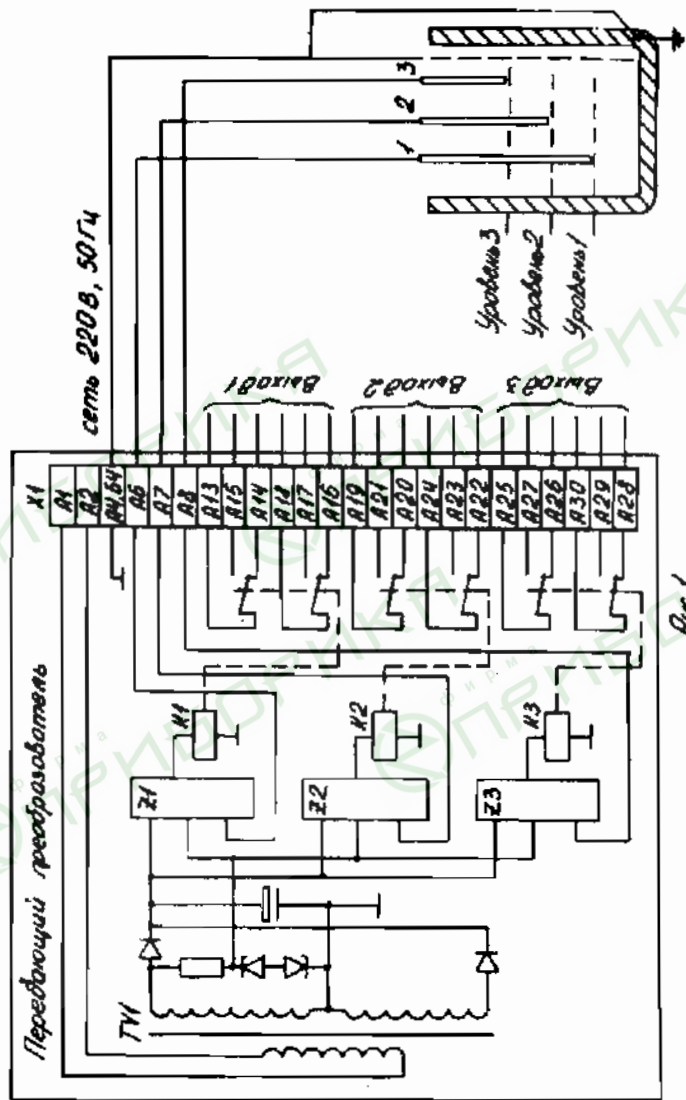

Рис. 1
4.3. Датчик-реле (рис.1) имеет три параллельно действующих канала, позволяющих независимо друг от друга контролировать от 1 до 3 уровней жидкости в одном или разных резервуарах.
6.9. Монтаж производить в соответствии с "Правилами устройства электроустановок (ПУЭ)" и схемой подключения рис.1 любым проводом или кабелем с максимальным сечением жилы 0,35 мм².